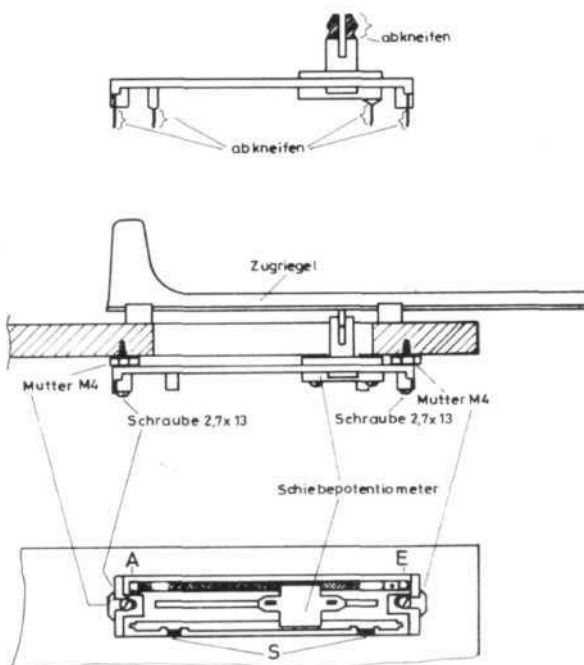

Bild 17. Sonderzugriegel-Aufbau ohne Platine
Falls einige Zugriegel nicht auf den Platinen, sondern direkt unter den Seitenbrettchen angebracht werden, müssen zunächst am Potentiometer die laut Bild 17 gestrichelten Teile der Anschlußstifte und die Kunststoff-Führungsnase mit einem Seitenschneider abgekniffen
werden. Danach werden die Potentiometer unter Zwischenlage einer Mutter M 4 mittig in den zugehörigen Schlitzen angeschraubt. Die beiden innen liegenden Potentiometeranschlüsse (S) weisen dabei im Bild 17 **nach unten!** Die Holzschrauben drehen sich unter Umständen etwas in die Seitenwände der Potentiometer ein.